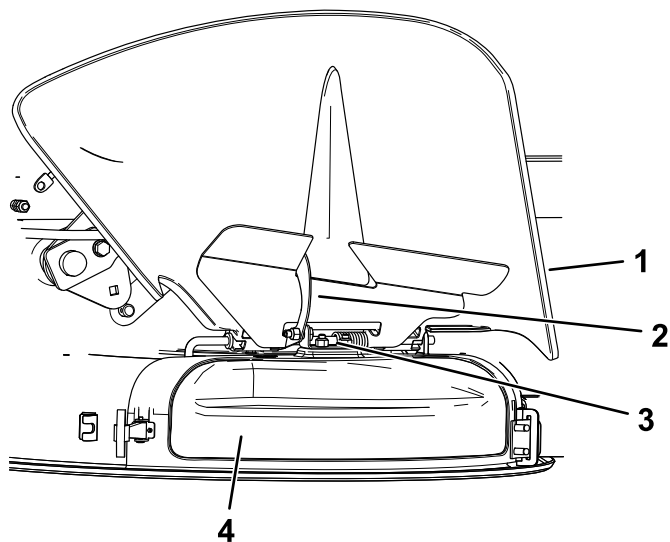

Bild 15
4. Lösen Sie den hakenförmigen Riegel oben an der Auswurfkanalabdeckung von der Gelenkstange (Bild 15).
- Haken Sie oben an der Auswurfkanalabdeckung den hakenförmigen Riegel um die Gelenkstange des Ablenklechs (Bild 15).